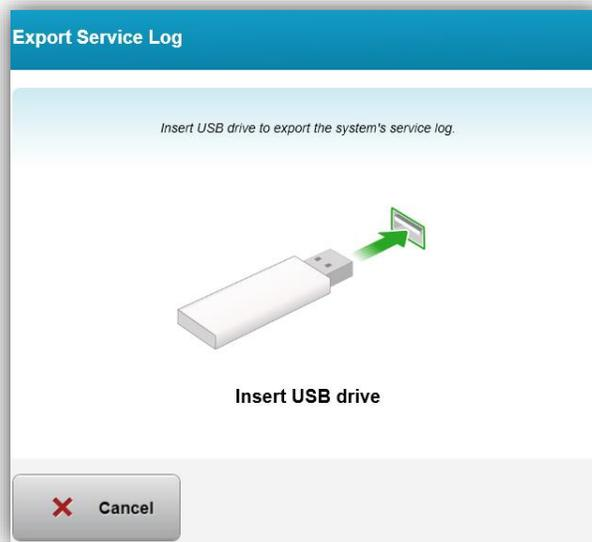

Figura 3-56. Exportar registro de serviço para o USB
- Siga as instruções na tela para inserir o USB na porta de USB, conforme mostrado na Figura 3-56.